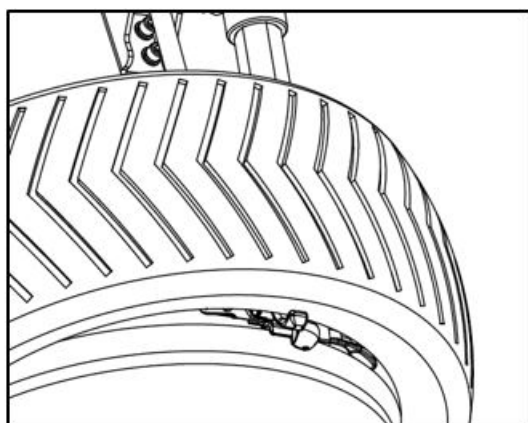

FIG32
- Efter at have adskilt den øverste dækkant, tag slangen ud, hvis der er en. Løft den nederste dækkant op til fælgranden. Sænk krogen og tag den nederste dækkant som vist i FIG32, og træd på rotationspedalen for at adskille den nederste del.